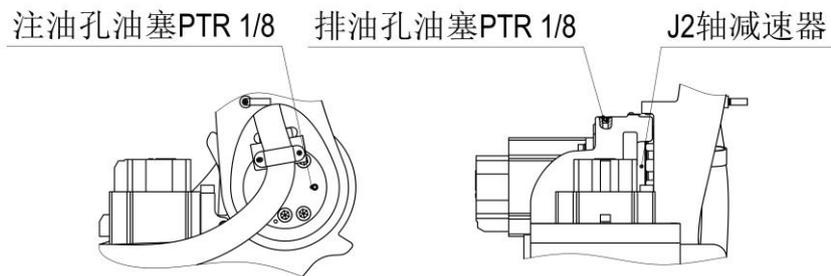

图 19 J2 轴减速器局部结构
(1) 油脂补充步骤（参考图 19）
- ④ 安装排油孔油塞前，低速运转 J2 轴几分钟，使多余的油脂从排油孔排出；
- ⑤ 用布擦净从排油孔排出的多余的油脂，在排油孔安装油塞。油塞的螺纹处应缠生胶带并用扳手拧紧。
(2) 油脂更换步骤（参考图 19）